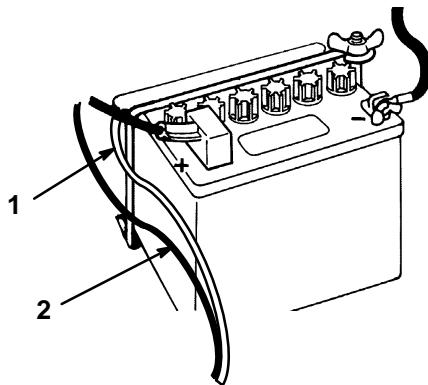

Figure 5
9. Remettre la batterie en place dans le châssis. Les bornes doivent être tournées vers l'arrière de la tondeuse et le tube d'aération à gauche de la batterie doit passer dans le trou du châssis (Fig. 5).
11. Connecter le câble positif rouge (à capuchon de caoutchouc) à la borne positive (+) et le câble négatif (noir) à la borne négative (-) de la batterie, en fixant les cosses à l'aide des boulons six-pans et des écrous papillons. Glisser le capuchon de caoutchouc sur la borne positive afin d'éviter toute mise à la masse accidentelle (Fig. 5).